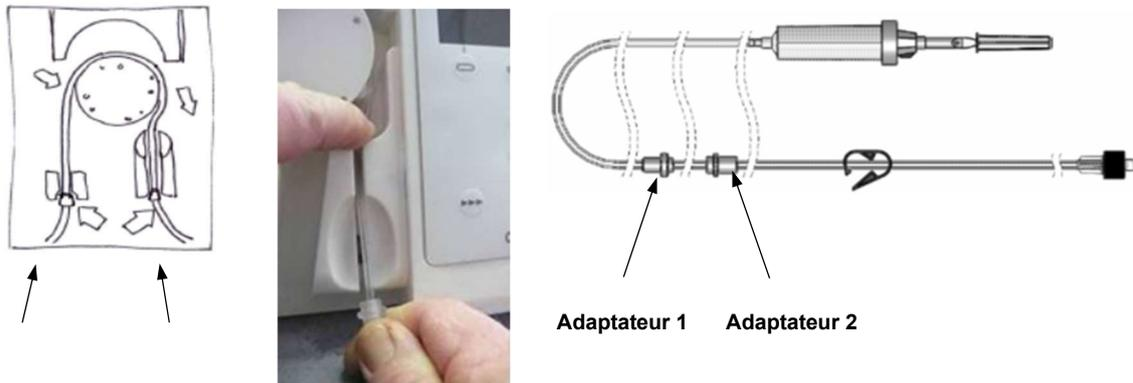

Figure 14
2. Prendre l'adaptateur 2 et mettre le tube en place au-dessus du rotor de la pompe **Qiona**®. Enfoncer le tube derrière le rotor avec l'index de la main gauche (voir *Figure 14*). Simultanément, avec la main droite tenant l'adaptateur 2, tirer le tube à travers la fente de droite et l'introduire dans le logement de l'adaptateur 2.